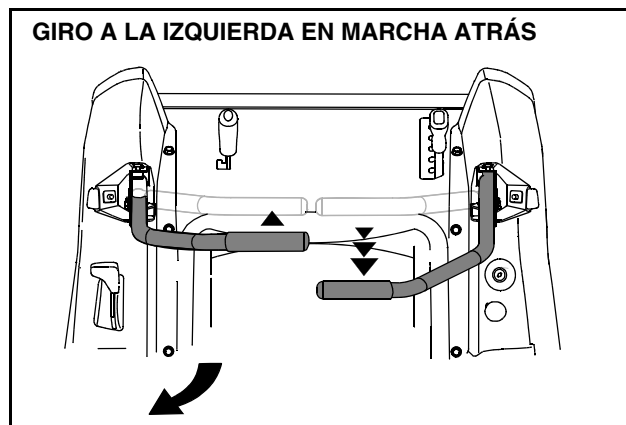

Figura 17
- Para girar a la izquierda mientras se desplaza marcha atrás, mueva la palanca de control del lado izquierdo hacia adelante respecto de la palanca derecha. Vea Figura 17.